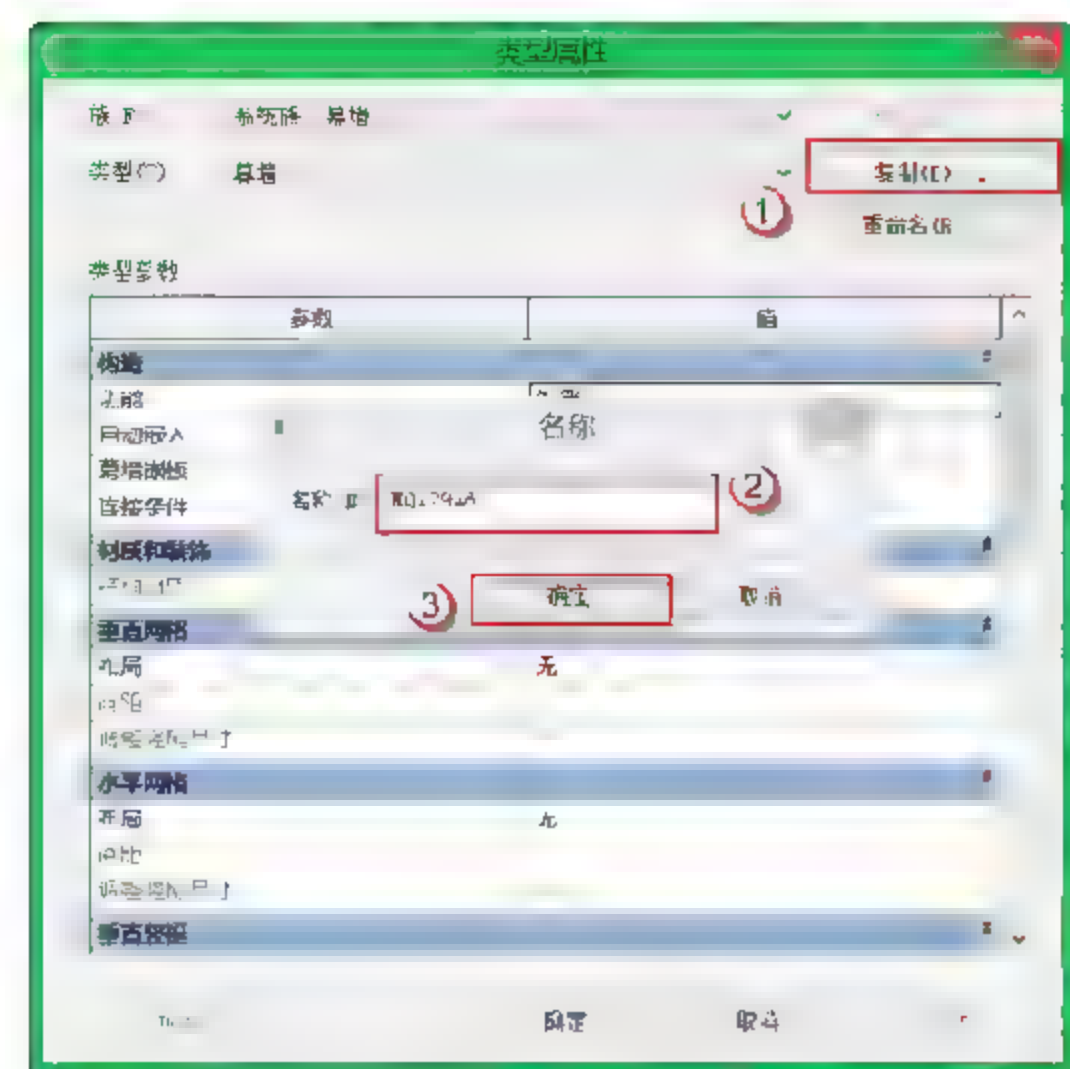

图 10.3.11 复制“MQ12946”族
(6) 设定“MQ12946”族类型。选择“建筑”→“墙”→“幕墙”命令，单击“编辑类型”按钮，弹出“类型属性”对话框，单击“复制”按钮，将幕墙名称改为“MQ12946”，最后单击“确定”按钮，如图 10.3.11 所示。在“类型属性”对话框中单击幕墙嵌板参数右边值的单元格下拉按钮，选择“MQ12946”，完成后单击“确定”按钮，如图 10.3.12 所示，这样就完成了“MQ12946”族类型的设定。